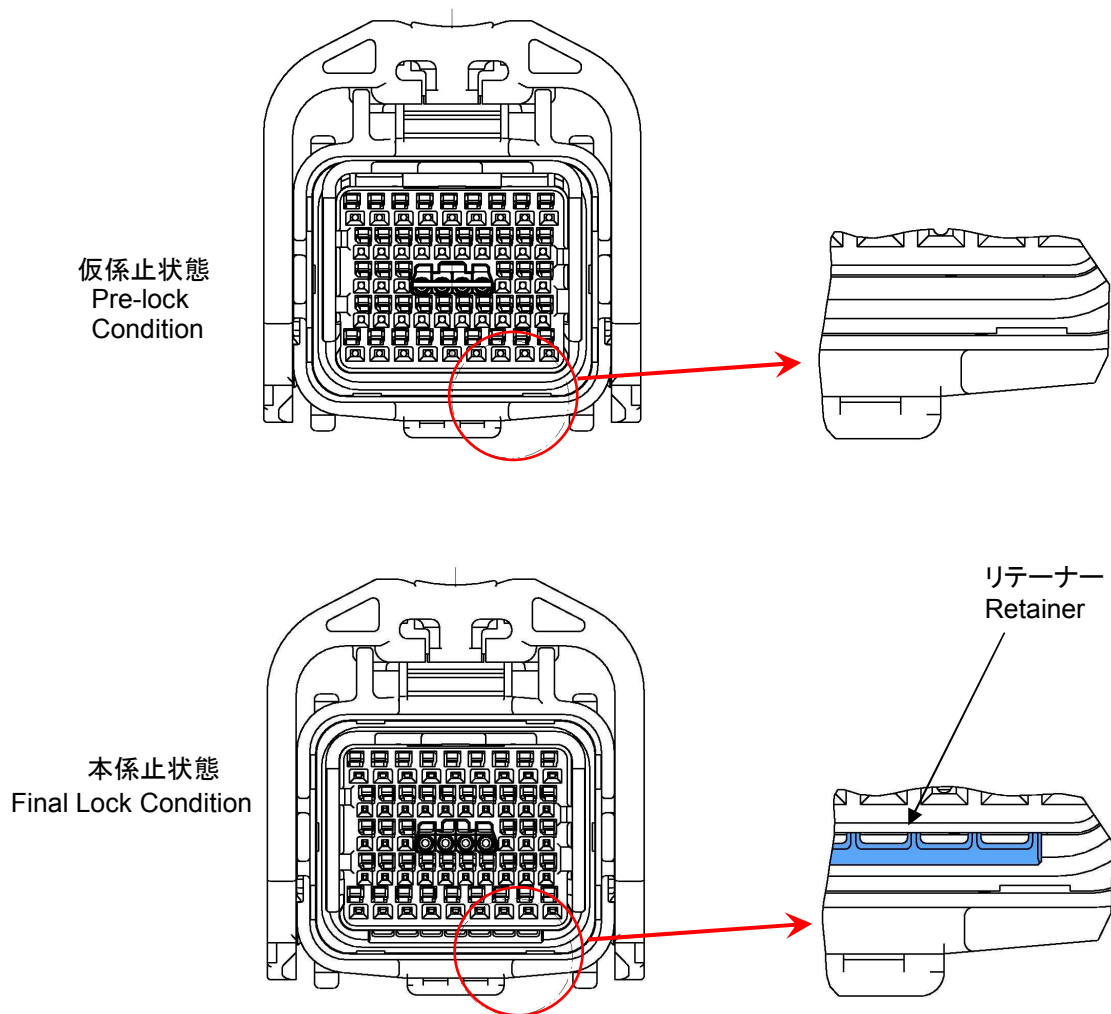

Fig.8
- (1)リテーナが仮係止状態にあることを確認して下さい。万一、本係止状態にある場合には仮係止状態にした後に作業願います (Fig.8 参照)。本係止状態では端子が挿入できません。
Check Retainer is in pre-lock condition. (See Fig.8) The contact cannot be inserted in case of the final lock condition.